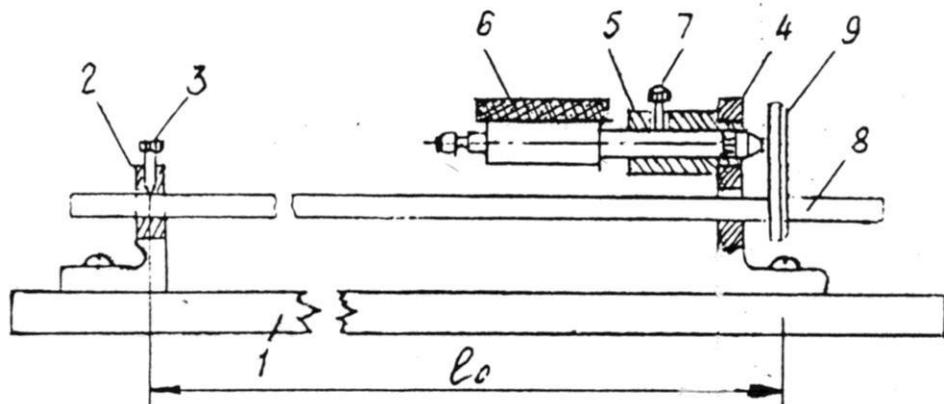

Рисунок 2 – Установка индикатора для измерения удлинения трубы
3.7 Индикатор **6** вставить в отверстие патрубка **5** и закрепить винтом **7** так, чтобы обеспечить натяжение механизма индикатора через его стержень, который должен упираться в левую сторону пластинки (рисунок 2).